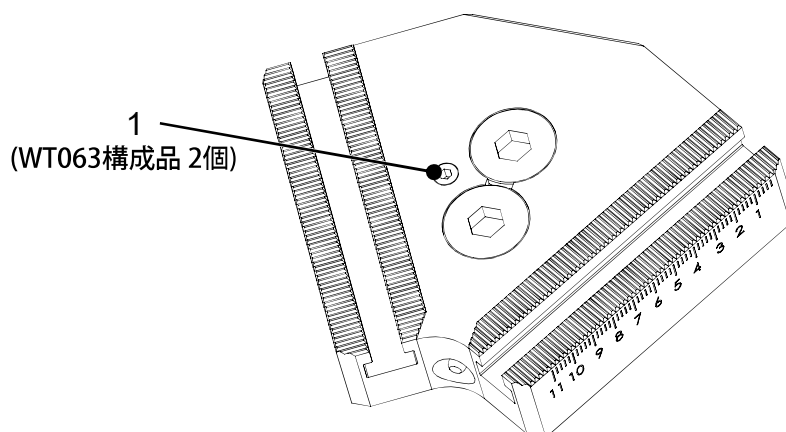

図 2-2: InoZet® 振り子ブリッジの機能
- 固定ボルト(1, 図 2-2) を反時計方向に回す。
- 固定ボルト(1, 図 2-2) を時計方向に回す。